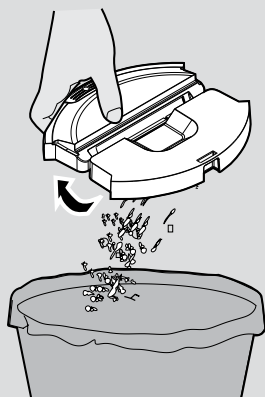
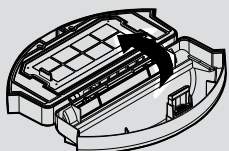

Fig. 8
Fig. 9
2. Tøm støvbeholderen over en affaldsspand. [Fig. 8]
2. Tøm støvbeholderen. [Fig. 8] Åbn støvbeholderen, fjern filternettet sammen med filteret, og fjern derefter EPA-filteret fra filternettet, og rengør dem separat. Samlingen sker i modsatte rækkefølge, sørg for, at filteret samles korrekt. [Fig. 9,10]